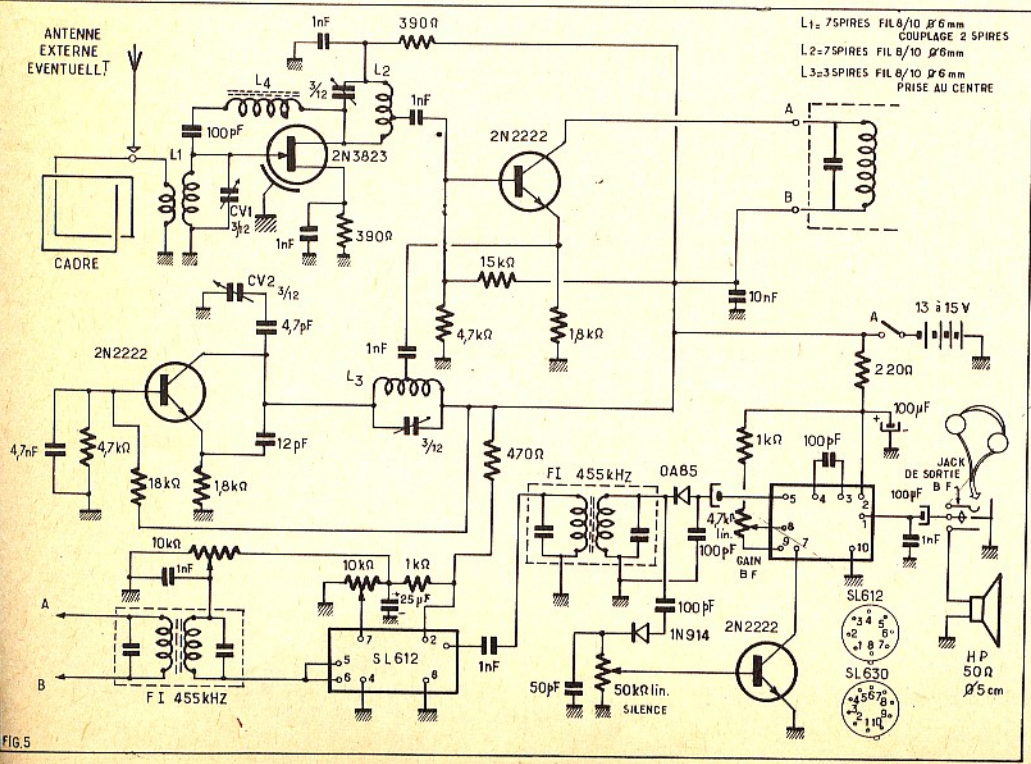

FIG. 5
Le schéma complet du récepteur (fig. 5) montre :
b) la carte inférieure qui supporte l'amplificateur VHF, l'oscillateur local et l'étage mélangeur ; les deux CV miniatures (à air) dont la commande est sortie sur la face avant sont directement soudés aux circuits accordés correspondants. En ce qui concerne les bobinages, les caractéristiques des selfs (fig. 5) montrent une grande simplicité. Le brochage des circuits intégrés SL630 et SL612 vus par dessous complète cette description.